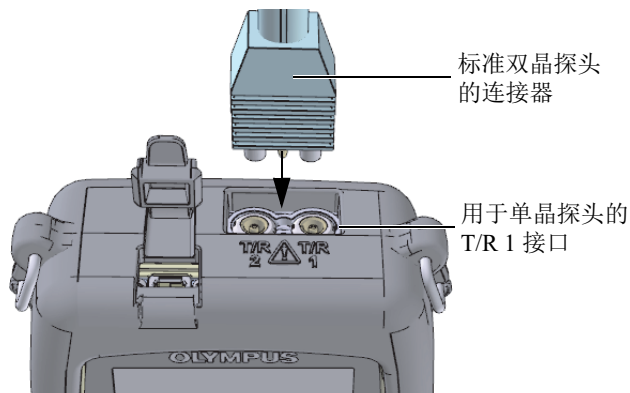

图 5-1 插入探头
1. 将探头插入 45MG 仪器机壳顶部的探头接口中（参见第 60 页的图 5-1）。单晶探头只使用 T/R 1 接口。